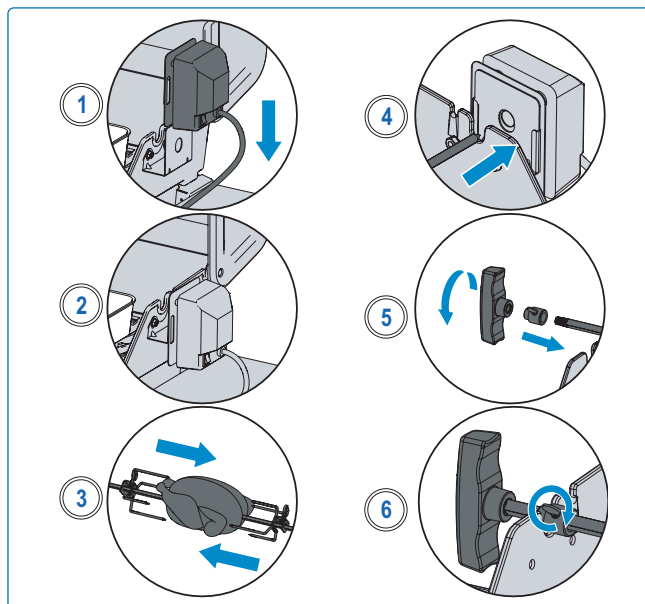

Fig. 16
5. Deslice el segundo tenedor del asador sobre la varilla del espetón y empújelo hacia el pollo hasta que los tres pollos queden bien sujetos entre sí. Apriete (**Fig. 16**).